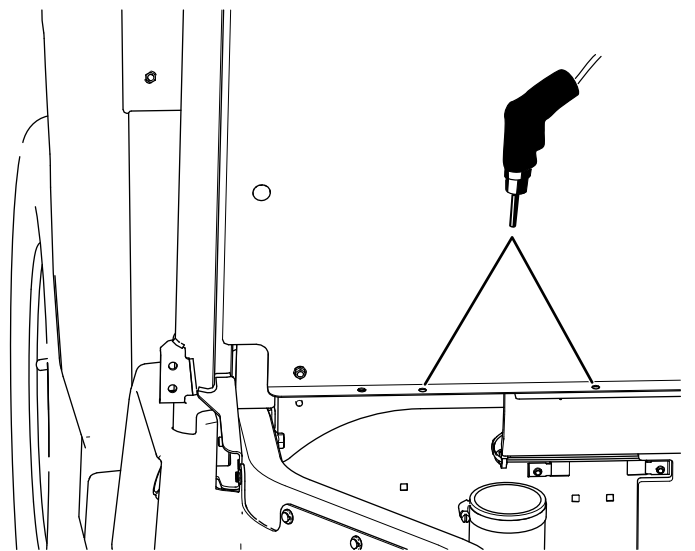

Figura 64
- D. Aparte la cubierta de admisión de la CVT y perfore los 2 orificios (11/32") en el panel del asiento (Figura 64).